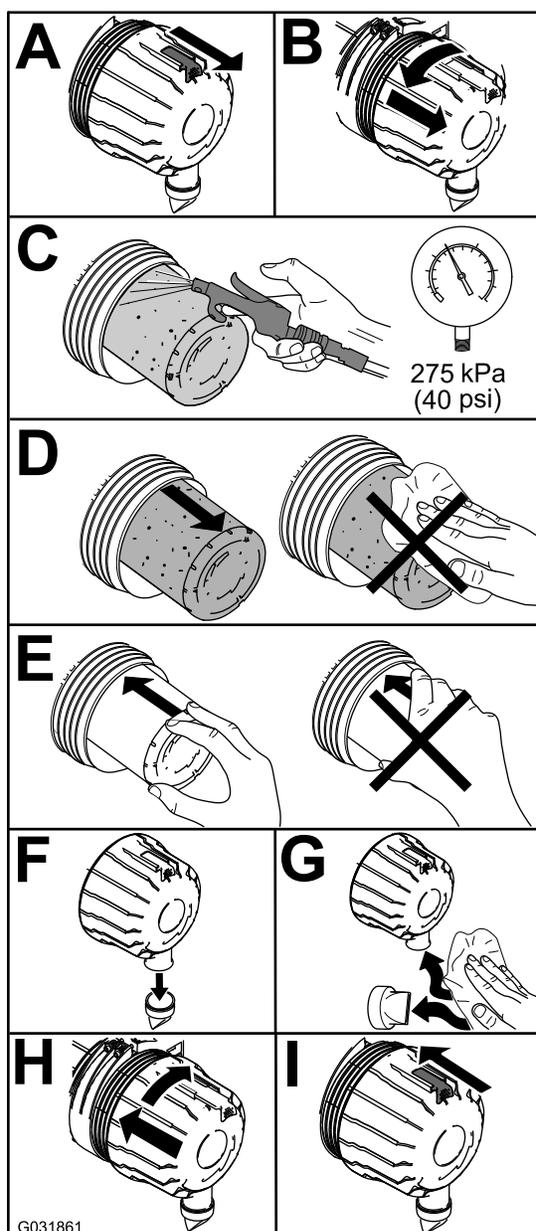

Figura 55
1. Sostituite il filtro dell'aria (Figura 55).